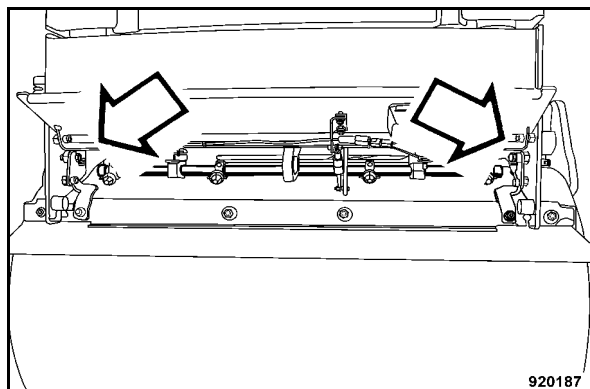

Fig. 151
- Ouvrir la trappe, vérifier les racleurs, les remplacés si nécessaires (Fig. 151).